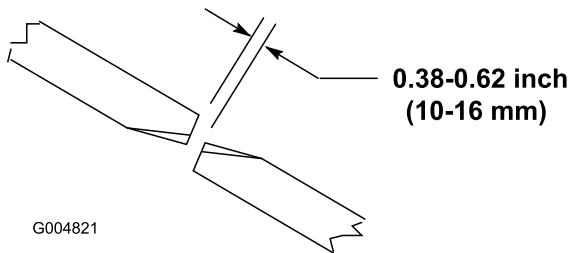

Figura 28
Para asegurar la correcta operación de la unidad de corte, debe haber una holgura de 10-16 mm entre los extremos de las cuchillas de la unidad de corte central y las unidades de corte laterales (Figura 28).
2. Gire una cuchilla de la unidad de corte central y una cuchilla de la unidad lateral de manera que las puntas estén alineadas. Mida la distancia entre las puntas de las cuchillas, que debe ser de aproximadamente 10-16 mm (Figura 28).